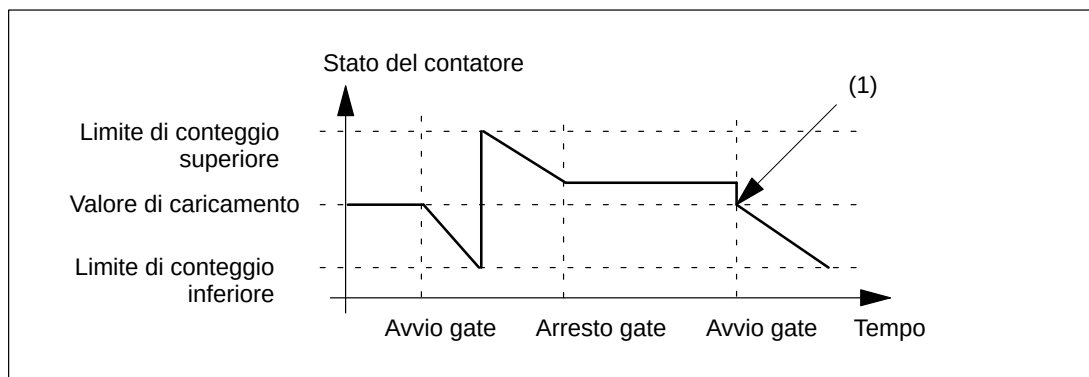

Figura 8-13 Conteggio continuo, indietro, funzione gate di annullamento
In caso di annullamento, il conteggio ricomincia dopo la chiusura e il riavvio del gate con il valore di caricamento (momento (1) nella figura 8-13):